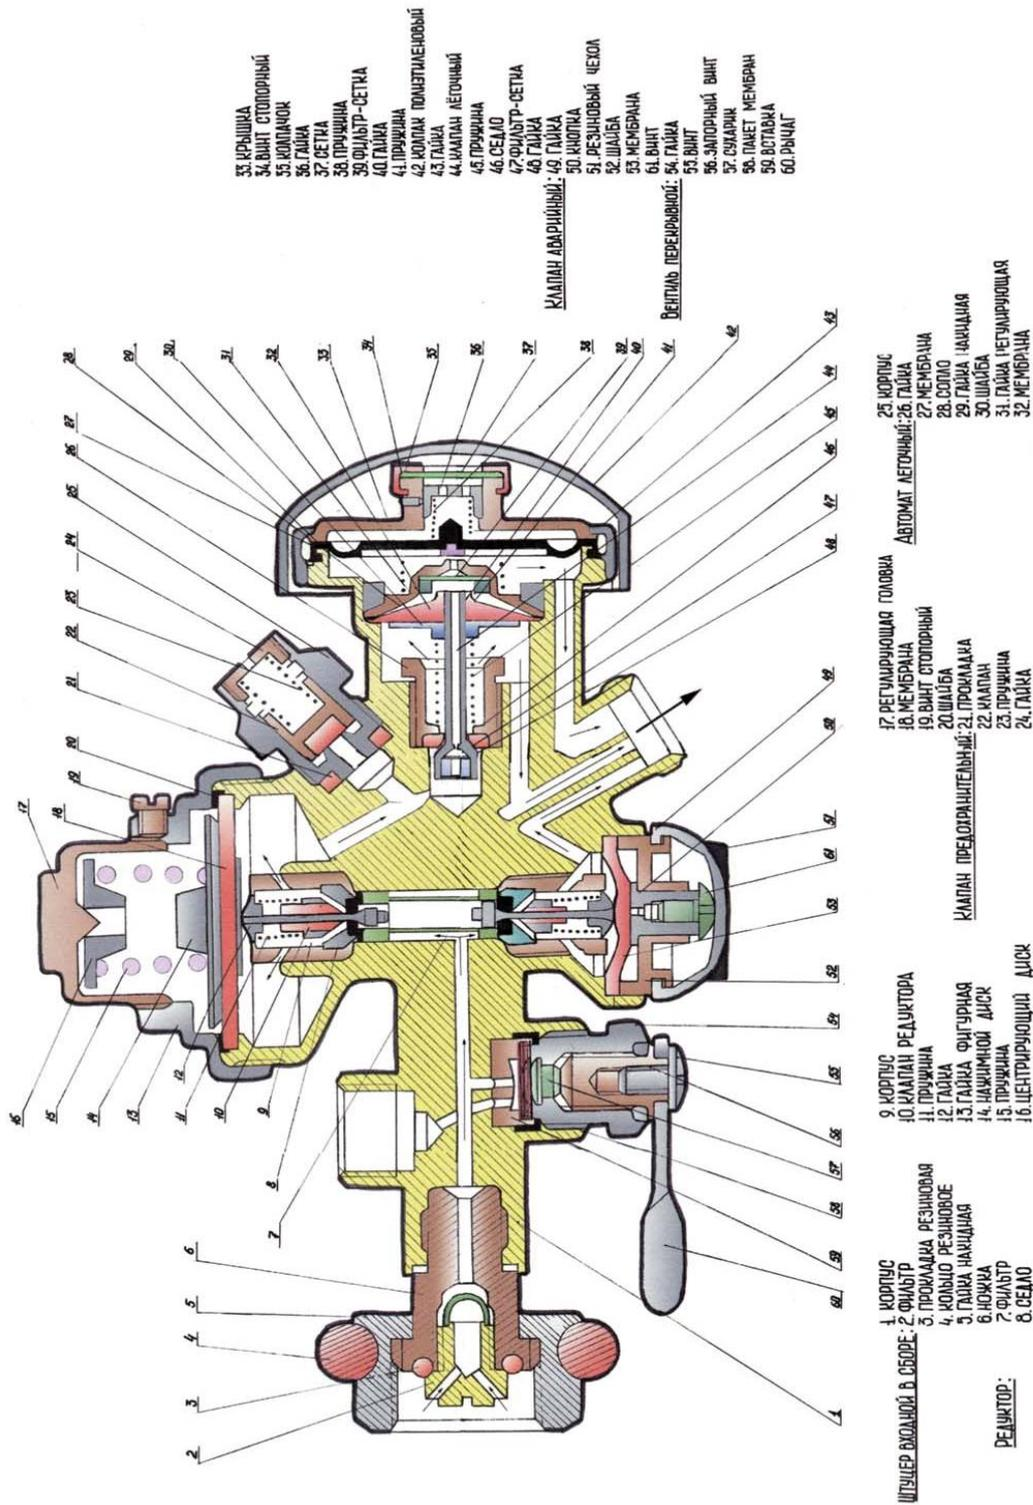

Рисунок 7 – Блок кислородораспределительный
Разберите и проверьте кислородораспределительный узел в такой последовательности. Вывинтите стопорный винт 19 (рис. 7), регулиующую головку 17, извлеките диск 16 и пружину 15, вывинтите фигурную гайку 13, извлеките нажимной диск 14, шайбу 20 и мембрану 18. Затем вывинтите клапанное устройство и извлеките фильтр 7. Клапанное устройство разборке не подлежит, при неисправности замените его новым.
Отрегулированный предохранительный клапан вверните в гнездо приспособления P12T.000, а само приспособление вверните в гнездо предохранительного клапана моноблока. Присоедините к моноблоку кислородный баллон и при давлении не менее 18 МПа (180 кгс/см2) с помощью тлеющего фитилька убедитесь в отсутствии утечки кислорода из каналов байпаса и легочного автомата. Присоедините моноблок к прибору УКП-5 (рис. 8). После этого отрегулируйте в начале редуктор моноблока на вторичное давление 0,4 МПа (4 кгс/см2) и при давлении в баллоне 20 МПа  $\pm$  1 МПа (200 кгс/см2  $\pm$  10 кгс/м2) контрольным прибором определите величину постоянной подачи кислорода, которая должна быть равна 1,4 дм3/мин  $\pm$  0,1 дм3/мин. Если величина подачи кислорода выходит за указанные пределы, произведите ее регулировку вращением головки редуктора 17 (рис. 7) и стопорным винтом 19 зафиксируйте положение головки.
**9.2.1** Соберите отдельно (вне ранца респиратора) кислородоподающую систему и проверьте ее герметичность при давлении кислорода в баллоне 20,0 МПа  $\pm$  1,0 МПа (200 кгс/см2  $\pm$  10 кгс/см2). Для этого присоедините к баллону кислородораспределительный блок вместе с капиллярной трубкой и манометром. При этом внимательно осмотрите резиновую прокладку 3 (рис. 7), которая не должна иметь повреждений или вздутий. Соединяемые поверхности должны быть чистыми. Поврежденную прокладку замените новой, а снятую во избежание повторного применения уничтожьте. Накидная гайка 5 должна свободно навинчиваться на штуцер баллона без применения ключа.